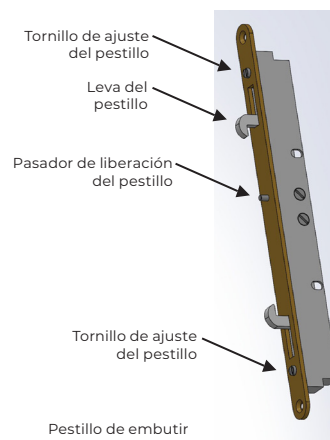

Figura 35
- Fije** el retenedor a la jamba del marco con cuatro (4) tornillos de cabeza plana abombada n.º 10 x 1 1/2". El riel tendrá una marca de presión en el lugar donde se instala el retenedor en la jamba del marco.
- CONSEJO ÚTIL:** El pestillo puede ajustarse para mover las levas hacia adentro o hacia afuera. Ajuste las levas de forma independiente para eliminar o agregar holgura al enganche del pestillo en el panel. Si su unidad tiene paneles fijos, se recomienda ajustar las levas completamente hacia adentro hasta que el panel fijo quede asegurado. Una vez que los paneles fijos, los sujetadores de los paneles fijos y los clips de retención se hayan instalado completamente, vuelva a ajustar las levas para permitir un poco de holgura en las puertas operativas. (Consulte la figura 35).